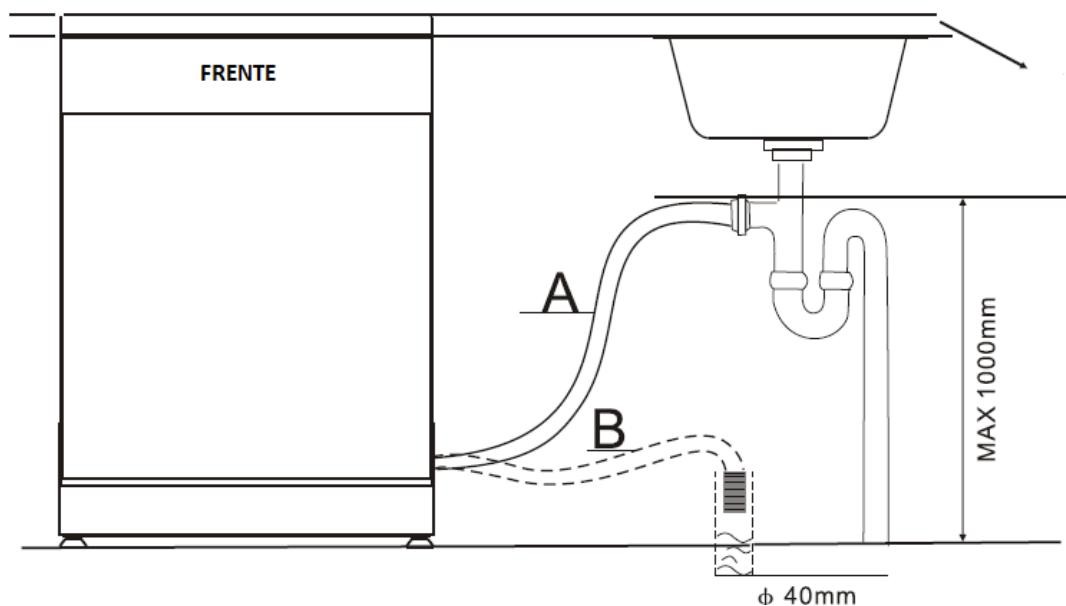

Fig. 6
- 4- Ligue o tubo de escoamento. Veja o diagrama (fig. 6).
- A- Segura à superfície de trabalho utilizando os 2 parafusos para madeira e assegurando-se de que o peso da máquina não está a atingir a superfície (fig. 6).